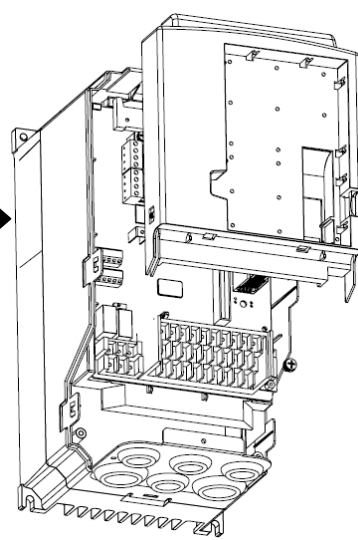

图 3
3. 用手将上盖板两边的卡勾向内按住，轻轻向上推动，即可卸下上盖板（图 3）
6. 连接线安装完后，按照图 3→2→1 的步骤返回安装，拧紧 M4 螺丝，profibus 基板安装完成（图 6）
6. 连接线安装完后，按照图 3→2→1 的步骤返回安装，将连接线从下盖板的出线孔穿出，拧紧 M4 螺丝，profibus 基板安装完成（图 12）
6. 连接线安装完后，按照图 3→2→1 的步骤返回安装，将连接线从下盖板的出线孔穿出，拧紧 M4 螺丝，profibus 基板安装完成（图 18）